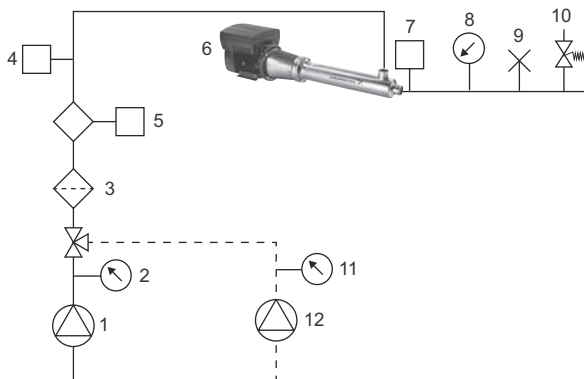

Рис. 19 Пример насоса BMS hp
5. Установите требуемое давление на выходе насоса BMS hp. См. рис. 19.